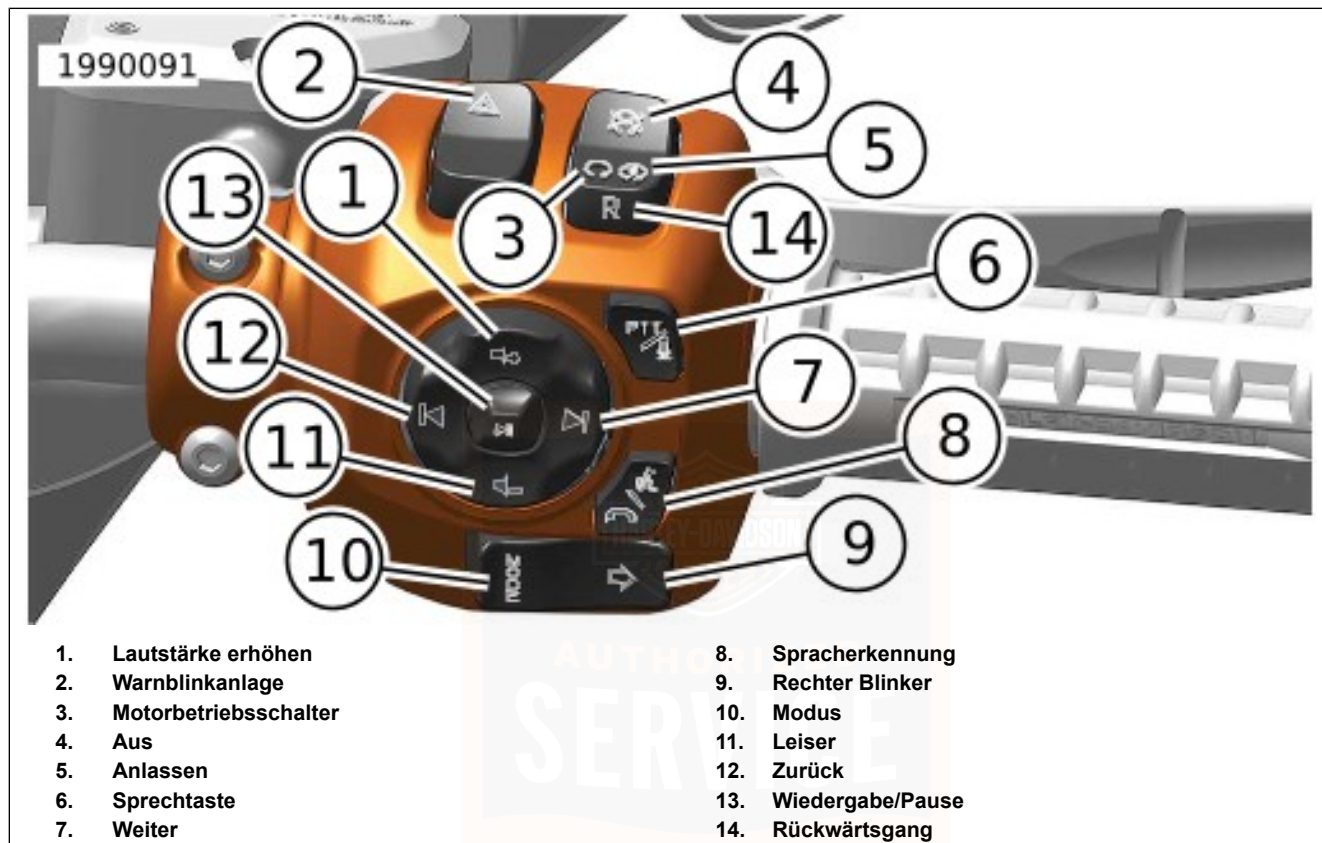

Abbildung 35. Rechtes Handbedienmodul (RHCM)
Siehe Abbildung 35. Der Warnblinkanlagenschalter (2) dient zur dauerhaften Aktivierung der Vierfach-Warnblinkanlage bei einem liegengebliebenen Motorrad. Mithilfe der Warnblinker kann das Motorrad mit ausgeschalteter Zündung zurückgelassen werden, bis Hilfe geholt wird. Siehe Tabelle 26.
1. Während der Motorbetriebsschalter auf RUN (Ein) (3) steht, auf den Warnblinkanlagenschalter drücken, um die Vierfach-Warnblinkanlage zu aktivieren.
Siehe Abbildung 35. Den Motorbetriebsschalter auf OFF (Aus) (4) stellen, um den Motor abzustellen. Siehe Tabelle 26.
Siehe Abbildung 35. Den Motorbetriebsschalter auf RUN (Ein) (3) stellen, damit der Motor starten und laufen kann. Der Motorbetriebsschalter muss sich in der Stellung RUN (Ein) befinden, damit der Motor angelassen und betrieben werden kann. Siehe Tabelle 26.
1. Siehe Abbildung 35. Den Motorbetriebsschalter auf RUN (Ein) (3) stellen. Das Getriebe in den Leerlauf schalten. Die (grüne) Leerlauf-Kontrollleuchte leuchtet auf. Siehe: FUNKTIONSWEISE > ANLASSEN DES MOTORS (Seite 138).
2. Den Anlasser durch Drücken des Motorbetriebsschalters auf START (5) betätigen. Siehe Tabelle 26.
Siehe Abbildung 35. Bei laufendem Motor den Motorbetriebsschalter auf REVERSE (Rückwärtsgang) (14) stellen, um das Schalten in den Rückwärtsgang zu ermöglichen. Siehe Tabelle 26.
Siehe Abbildung 35. Den rechten Blinkerschalter (9) zur Aktivierung des rechten Blinkers betätigen. Siehe Tabelle 26.
Siehe Abbildung 35. Die „Lautstärke erhöhen“-Taste (1) drücken, um die Lautstärke zu erhöhen. Siehe Tabelle 26.
Siehe Abbildung 35. Die „Weiter“-Taste (7) drücken, um die nächste Mediendatei auszuwählen. Siehe Tabelle 26.
Siehe Abbildung 35. Die „Lautstärke verringern“-Taste (11) drücken, um die Lautstärke zu verringern. Siehe Tabelle 26.
Siehe Abbildung 35. Die „Zurück“-Taste (12) drücken, um die vorherige Mediendatei auszuwählen. Siehe Tabelle 26.
Siehe Abbildung 35. Die „Wiedergabe/Pause“-Taste (13) drücken, um die aktuelle Mediendatei wiederzugeben oder anzuhalten. Siehe Tabelle 26.
Siehe Abbildung 35. Die Sprechtaste (6) dient bei entsprechend ausgestatteten Fahrzeugen der Bedienung der Fahrer/Sozius-Sprechanlage. Siehe Tabelle 26.
Siehe Abbildung 35. Die Spracherkennungstaste (8) aktiviert die integrierten Spracherkennungsfunktionen der IFCU. Wenn CarPlay aktiv ist, wird Siri durch langes Drücken aktiviert. Siehe Tabelle 26.
Siehe Abbildung 35. Die Modustaste (10) drücken, um den Fahrmodus zu ändern. Siehe: FUNKTIONSWEISE > FAHRMODI (Seite 120). Siehe Tabelle 26.
Siehe Abbildung 35. Die Rechten Lenkerbedienelementmodul (RHCM) -Tasten verwenden, um mit Lauter (1), Leiser (11), Nächster (7), Vorheriger (12) und Wiedergabe/Pause (13) die RHCM Einstellungen der Audiomedien anzupassen. Siehe: **BEDIENUNGSANLEITUNG > FUNKTIONSWEISE DER INFOTAINMENT-STEUEREINHEIT (IFCU)** (Seite 173).